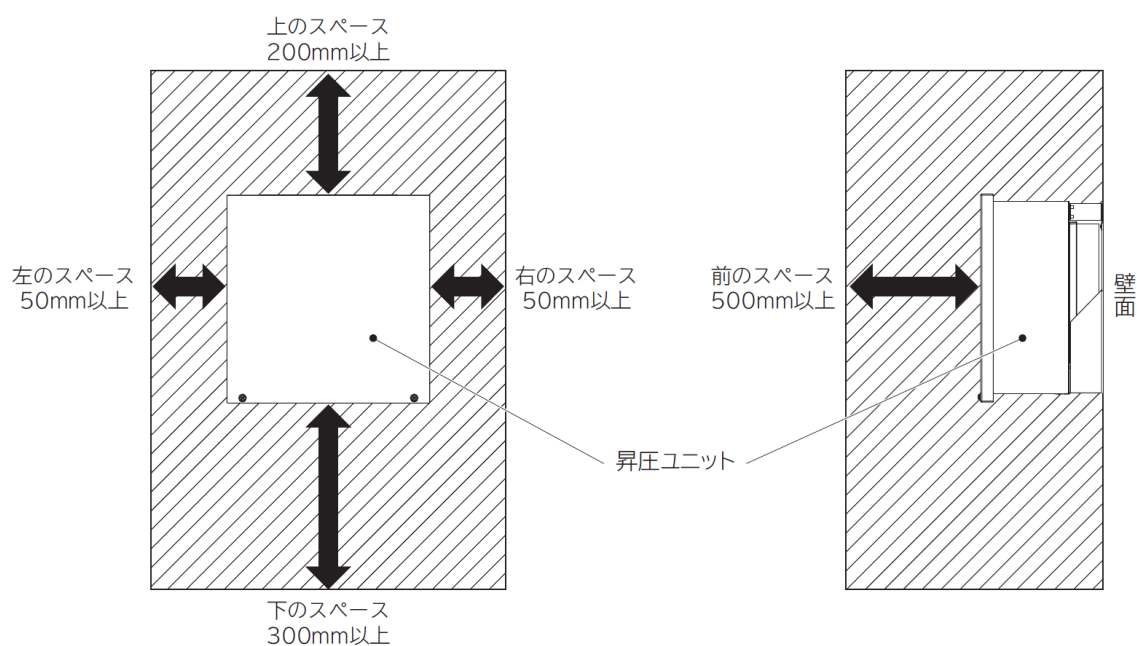

図 5-1 放熱・据付工事に必要なスペース
- (1) 昇圧ユニットは壁面に正しい方向で水平に取付けてください。
- (2) 昇圧ユニットの製品質量約 10 kg (取付板含む) に耐えられる強固な垂直な壁面に取付けてください。
- (3) 製品周囲は製品の冷却、および据付工事、メンテナンス時の作業空間確保のため図 5-1 に示す放熱・据付工事に必要なスペースを確保してください。
- (4) 日本国内で標高 1500m 以下の場所に取付けてください。
- (5) メンテナンス時に脚立などで容易に作業できる高さに取付けてください。
- (6) 昇圧ユニットに同梱されている工事説明書を参照の上、正しく安全に取付けてください。